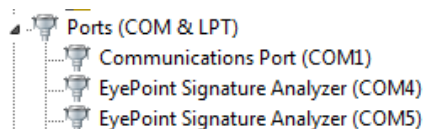

Рисунок 7. Отображение устройств после установки драйвера
8. После установки драйвера в разделе устройств "Порты (COM и LPT)" должны появиться два устройства EyePoint Signature Analyser (Рисунок 7), номера COM портов могут отличаться.